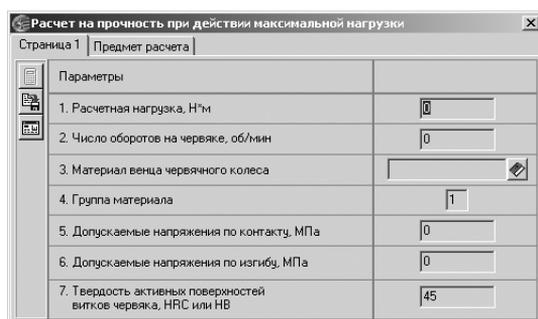

Рис. 5.51. Диалоговое окно **Расчет на прочность при действии максимальной нагрузки** с открытой вкладкой **Страница 1**
- щелкните в диалоговом окне **Вариант расчета** по кнопке **На прочность**. Появится диалоговое окно **Расчет на прочность при действии максимальной нагрузки** с открытой вкладкой **Страница 1**, см. рис. 5.51;